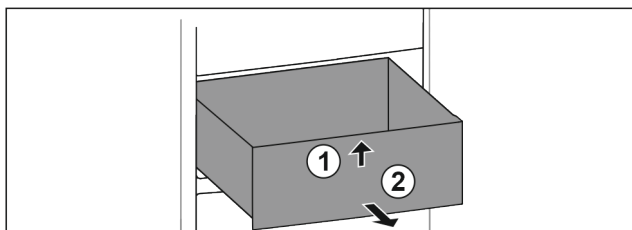

Fig. 78
- Tirer le tiroir jusqu'en butée. Fig. 78 (1).
- Soulever la partie avant du tiroir. Fig. 78 (1).
- Retirer le tiroir par l'avant. Fig. 78 (2)